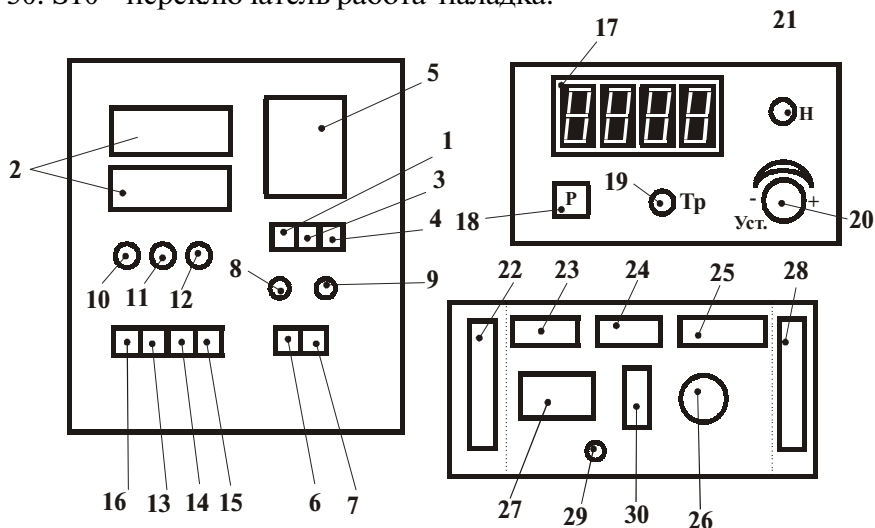

Рис.5
6. Поставить клавишу 4(рис5.) в среднее положение. Включить клавишу 3 (рис.5). Включится протяжка пленки . Протянув пленку на 1- 1,5 м, добиться правильного
схождения пленки на воротнике. (рис.6). Выключить клавишу 3 (рис.5)
7. Если пленка с меткой, то клавишу 4 (рис.5) поставить в верхнее положение. Реле времени (п. 5, рис. 5) установить на 0,1 сек. Фотоэлемент подвести так, чтобы край пленки попал в прорезь фотоэлемента. Включаем клавишу 3 (рис.5). Происходит протяжка до срабатывания фотоэлемента по метке. Если место отреза пакета не совпадает с рисунком, фотоэлемент нужно поднять или опустить, перемещая его по штанге.
8. Если метки нет, то выставить время протяжки пакета на реле времени ~3 сек. (длина пакета определяется временем протяжки (п.5, рис.5)). Следует обратить внимание, чтобы длина склеенного пакета была такова, чтобы в верхней части пакета расстояние между обрезом и краем продукта составляло не менее 40 мм.
9. Включить клавишу 1 (рис. 5).
В зависимости от марки и толщины пленки температура будет меняться. Для ее установки нажать кнопку 18 (рис.5), и удерживая ее в нажатом состоянии, вращать ручку 20 (рис.5) до получения нужного значения на индикаторе. Отпустить кнопку. прибор переходит в режим автоматического управления нагревом. Лампочка 21 рис.5 погаснет после достижения заданной температуры.
11. Реле времени всегда устанавливается при выключенной клавише (п.3, рис.5).
13. Клавишу 16 (рис.5) перевести в верхнее положение.
16. Включить клавишу 7 (рис.5) Произойдет спайка и отрезка пакета, а затем протяжка пленки для формирования следующего пакета.
1. Перевести клавишу (п.13, рис. 5) в верхнее положение.
4. Нажать клавиши (п.п. 6, 7, 14, 15, рис.5), нажать кнопку (п.12, рис.7). Появится вибрация лотков и щетки откроют лотки.
5. Вращая ручку (п. 10, рис.5) добиваемся необходимой нам скорости 1-ой ступени.
6. Переведя клавишу (п.14, рис. 5) в нижнее положение добиваемся необходимой нам скорости 2-ой ступени, вращая ручку (п.11, рис.5).
7. Переведя клавишу (п.15, рис. 5) в нижнее положение добиваемся необходимой нам скорости 3-ей ступени, вращая ручку (п.11, рис.5).
9. Клавишу (п.14, 15, рис. 5) переводим в верхнее положение. В зависимости от продукта регулируем зазор между щетками и лотками, а так же зазор между заслонкой (п.6 рис.3) и лотком (п.3 рис.3). От величины зазора между заслонкой и лотком зависит скорость наполнения весовой чаши.
10. После засыпки продукта, переключить клавишу (п.16, рис.5) в нижнее положение, при этом лампочка (п.13 рис.2) погаснет.
12. Включить клавишу 7 (рис.5), происходит одиночный цикл работы автомата:
14. Во время дозирования должен быть виден четкий переход от одной ступени к другой. Если этого нет, - то отрегулируйте процесс ручками 10, 11, 12(рис.5) или функциями F12, F13, F15 прибора CAS.
15. После того, как добились нужного веса, переключаем клавишу 7 ( рис.5) для работы аппарата в режиме «автомат».